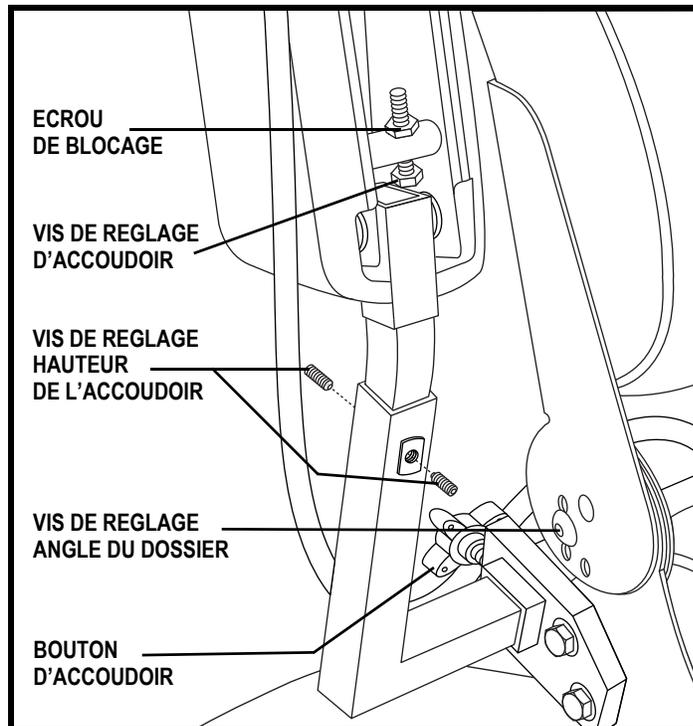

Figure 16. Réglage accoudoirs et dossier
1. Retirez la vis de réglage de l'inclinaison du dossier de chaque charnière. **Voir la figure 16.**
1. Repérez les deux boutons de réglage sur le support des accoudoirs. **Voir la figure 16.**
1. Relevez l'accoudoir perpendiculaire au plancher. **Voir la figure 16.**
1. Desserrez les vis de blocage sur les dos de chaque support d'accoudoir. **Voir la figure 16.**